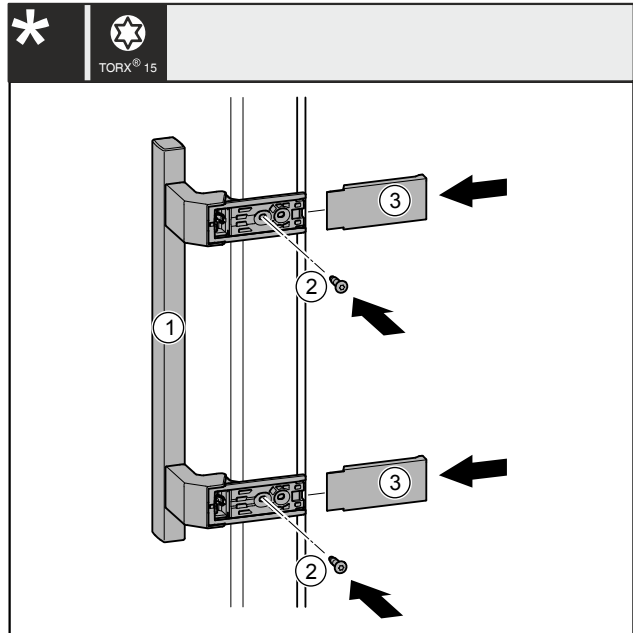

Fig. 41
- Držadlo Fig. 41 (1) nasadte na opačnú stranu.
- Pevne utiahnite skrutky Fig. 41 (2) skrutkovačom.
- Nasadte kryty Fig. 41 (3) zboku a nasuňte ich tak, aby zapadli.